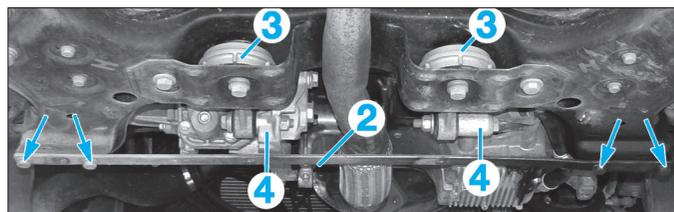

Fig. 4
- Déposer la traverse sous le véhicule (2) (Fig.4).
- Déposer les deux biellettes anticouple (3) et leurs supports (4) (Fig.4).